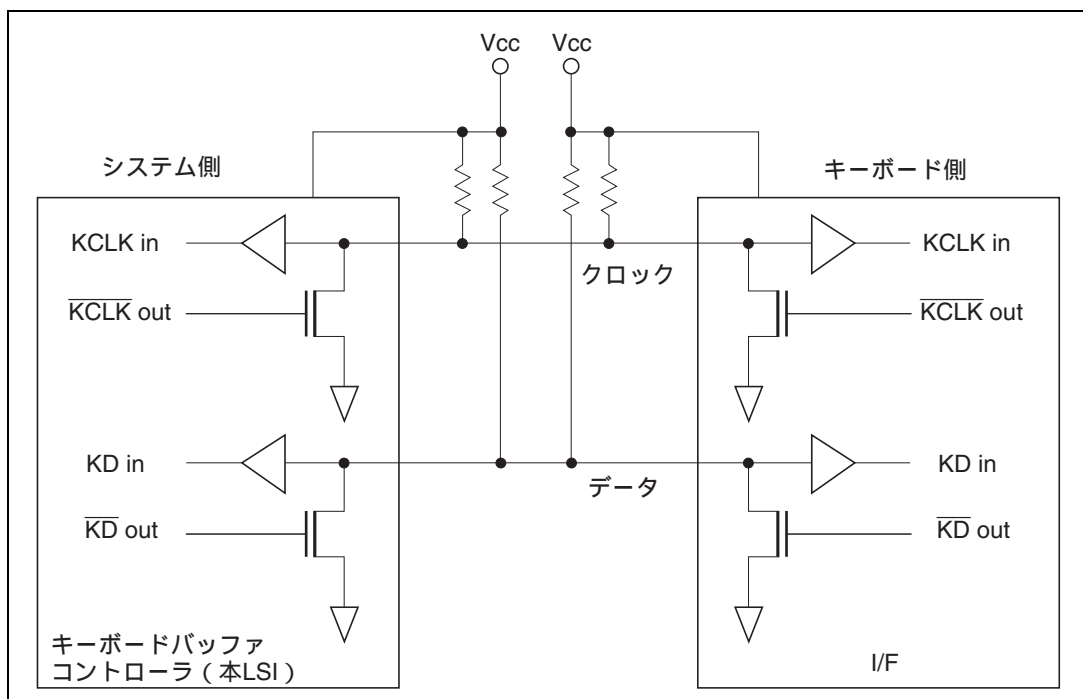

図 17.1 キーボードバッファコントローラ接続方法
キーボードバッファコントローラを用いたデータ転送は、データライン (KD) 1 本、クロックライン 1 本で構成され、コネクタやプリント基盤の面積などを経済的に使用できます。図 17.1 にキーボードバッファコントローラ接続方法を示します。